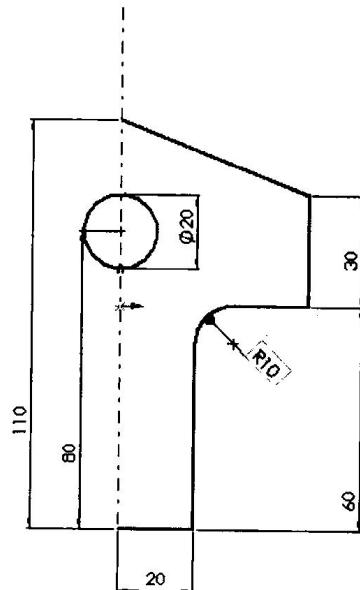

图 1-7 修剪后的草图
(6) 选择“裁剪”命令，鼠标在移动时，有一个剪刀随着鼠标在动，选择要裁剪掉的图形对象，得到如图 1-7 所示的结果。